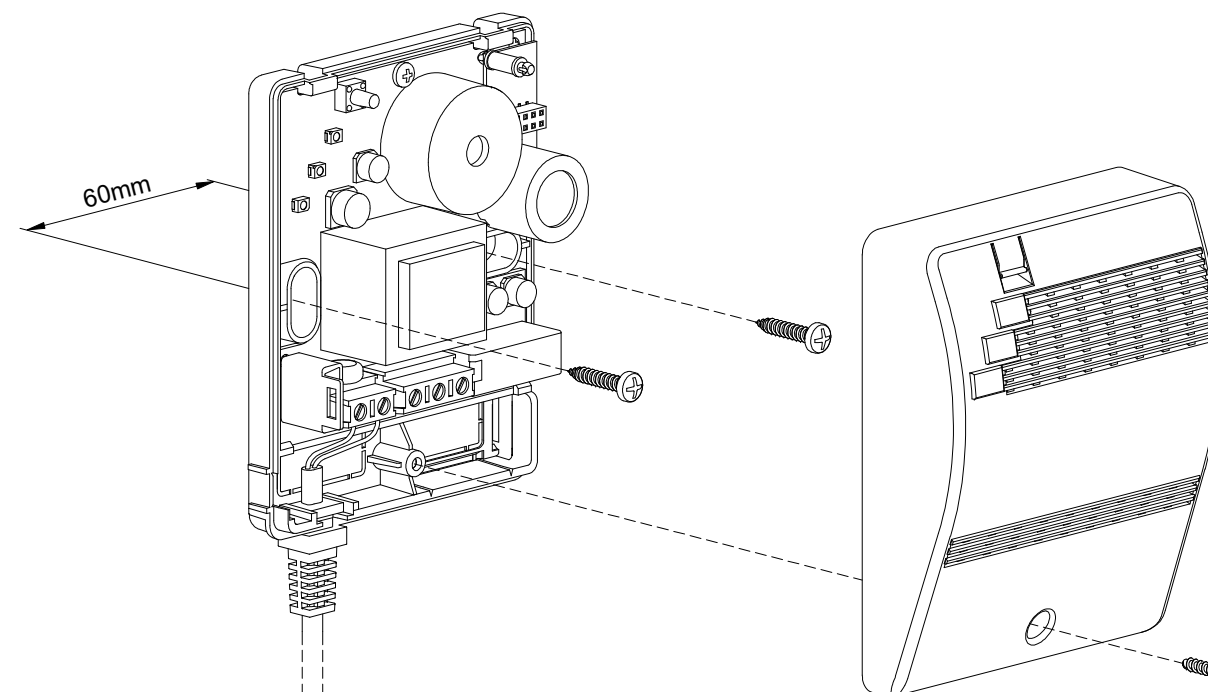
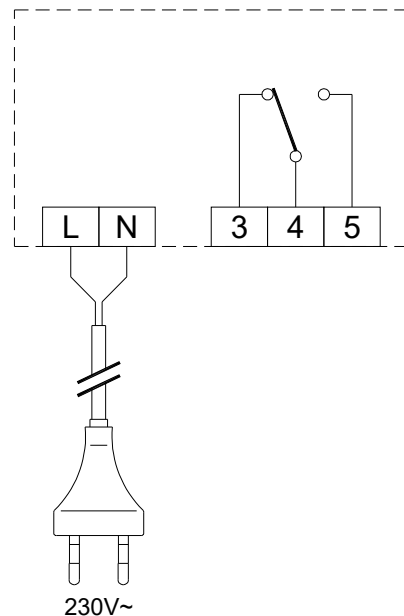

Fig. 2: Esempio di installazione.
Fig. 4: Schema di collegamento di un rivelatore senza elettrovalvola.
3. Rimuovere la calotta come indicato in Fig. 2:
L'apparecchio è previsto unicamente per installazione a parete e collegamenti elettrici tramite cavi esistenti sotto traccia e provenienti dall'impianto elettrico fisso. La sicurezza e la funzionalità dell'apparecchio sono garantite solamente con un collegamento elettrico che sfrutti il passaggio per i cavi previsto sulla base plastica. Per accedere alla morsettiatura svitare le viti presente e rimuovere il frontale (Fig. 2). Effettuare i collegamenti elettrici come da schemi proposti in Fig. 4, 5 o 6.